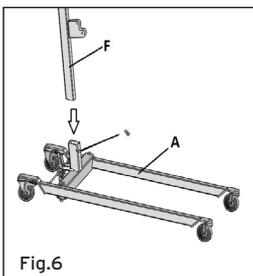

Fig.6
2. Inserire la colonna nella cavità prevista nella base. (Fig.6)
3. Inserire la vite che blocca la colonna nella base e avvitare bene. (Fig.6)